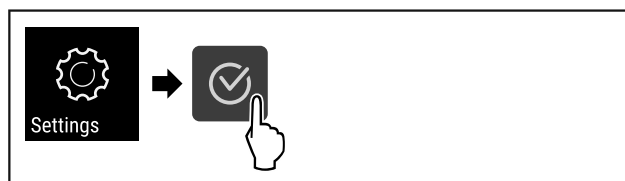

Fig. 60
- Stappen (zie Fig. 60) uitvoeren.